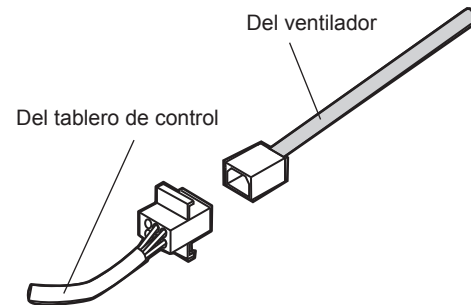

Figura 14: Cableado de la campana con un ventilador integrado
4. Conecte el enchufe de conexión Molex en el conector situado en el interior de la campana, *como se muestra en la Figura 14*.